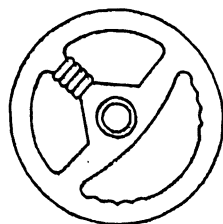

図1
- (1) ステアリングケーブルを取付ける前に、ステアリングホイールを図1で示した位置にして下さい。取付けが完了した後に舵中央はステアリングホイールのセンターキャップ部が水平の方向になります。